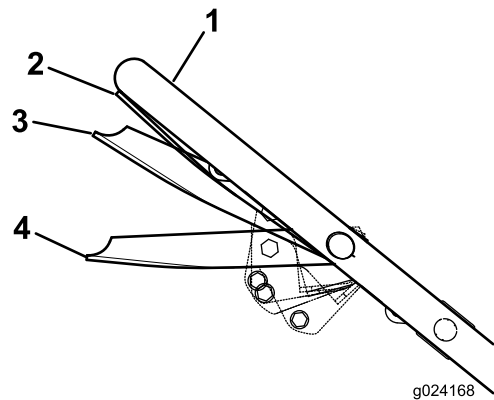

Figure 15
4. Maintenez la barre de commande de la lame à la position Marche/changement à environ 2,5 cm (1 po) sous le guidon (Figure 15).